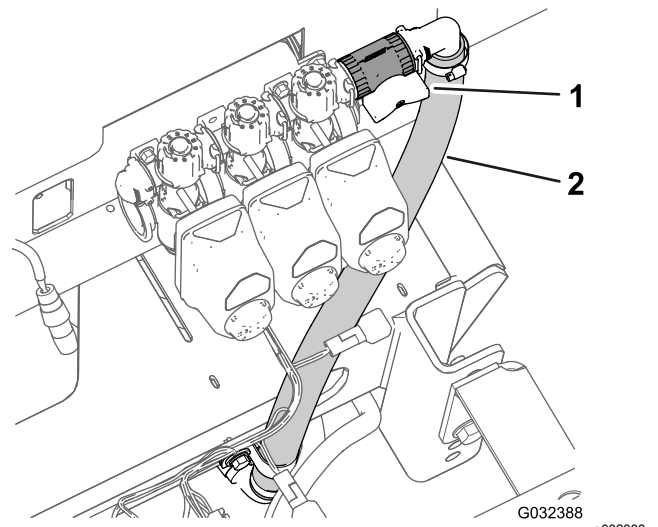
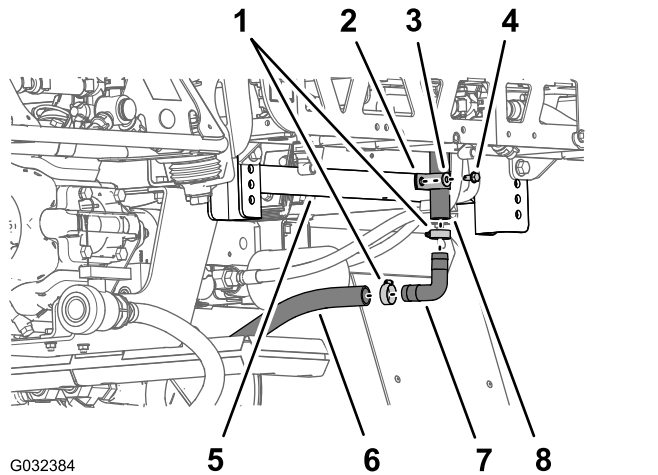

图50
图51
1. 在上旁通软管的下端拆下将上旁通阀软管固定到机器后鞍形板的凸缘头螺栓5/16 x 3/4 英寸、垫圈5/16 英寸和 R 形夹图50 和 图51。
2. 拆下将上旁通软管和下旁通软管固定至 90 度宝塔接头的 2 个软管夹图51。
3. 取下软管上的 90 度 宝塔接头图51。
- 取出排水阀软管和后水箱排水软管的 T 形接头图51。